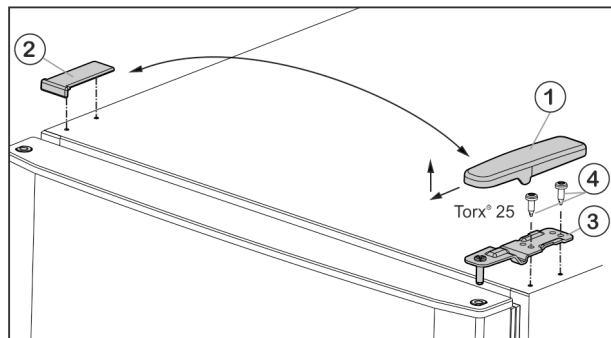

Fig. 5
- ▶ Відведіть кришку Fig. 5 (1) вперед і вгору.
- ▶ Зніміть кришку Fig. 5 (2).
- ▶ Викрутіть верхній опорний кронштейн Fig. 5 (3) (2 шт. Torx® 25) Fig. 5 (4) і відведіть вгору.
- ▶ Встановіть верхній опорний кронштейн Fig. 5 (3) в дверцята на новий бік шарніра.
- ▶ Прикрутіть верхній опорний кронштейн (з моментом 4 Нм) гвинтами (2 шт. Torx® 25) Fig. 5 (4). У разі необхідності скористайтеся акумуляторним гвинтокрутом.
- ▶ Встановіть і зафіксуйте кришку Fig. 5 (1) з протилежного боку ззовні.
- ▶ Також встановіть згори і зафіксуйте кришку Fig. 5 (2) з протилежного боку.